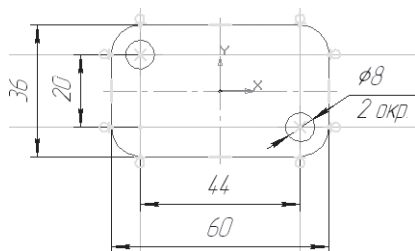

Рис. 241
-  – скруглите углы радиусом 8 мм (рис. 241);